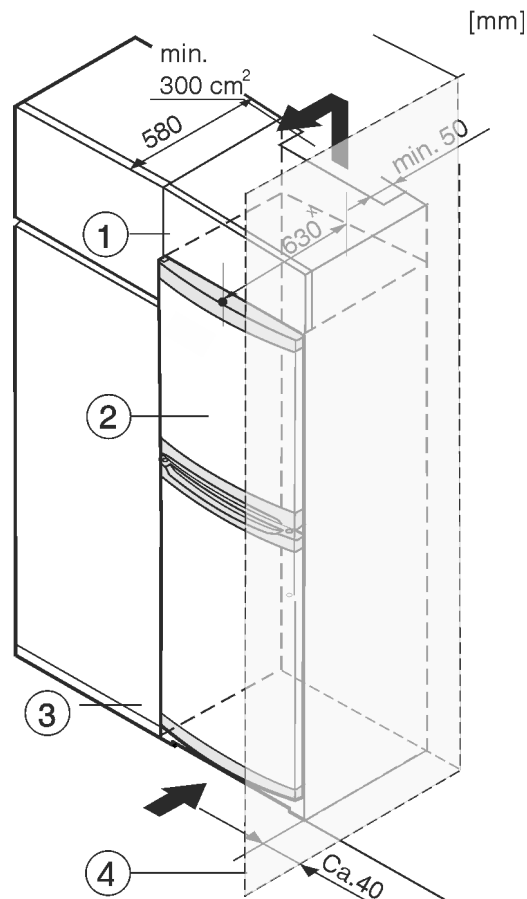

Fig. 8
(1) Aufsatzschrank
(2) Gerät
(3) Küchenschrank
(4) Wand
Das Gerät kann mit Küchenschränken umbaut werden. Um das Gerät Fig. 8 (2) der Küchenzeilenhöhe anzugleichen, kann über dem Gerät ein Aufsatzschrank Fig. 8 (1) angebracht werden.
Beim Umbau mit Küchenschränken (Tiefe max. 580 mm) kann das Gerät direkt neben dem Küchenschrank Fig. 8 (3) aufgestellt werden. Das Gerät steht seitlich 34 mm * und in der Gerätemitte 50 mm * gegenüber der Küchenschrankfront vor.
Wenn das Gerät mit den Scharnieren neben einer Wand Fig. 8 (4) aufgestellt wird, muss der Abstand zwischen Gerät und Wand mindestens 40 mm betragen. Dies entspricht dem Griffüberstand bei geöffneter Tür.